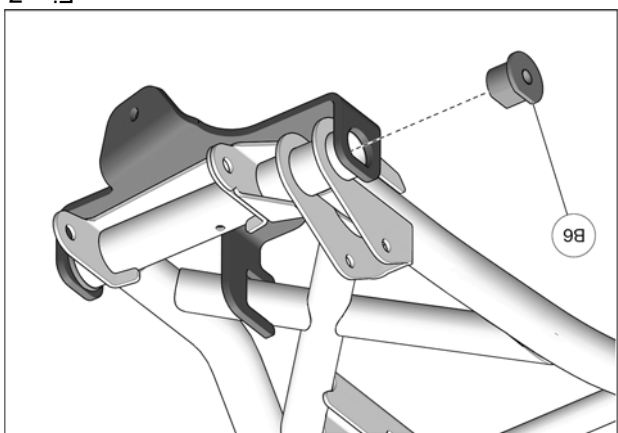

Fig. 7
7. Insérer la T-bague fileté (B6) à travers l'ancrage et dans le bras de suspension. Voir la Fig. 7